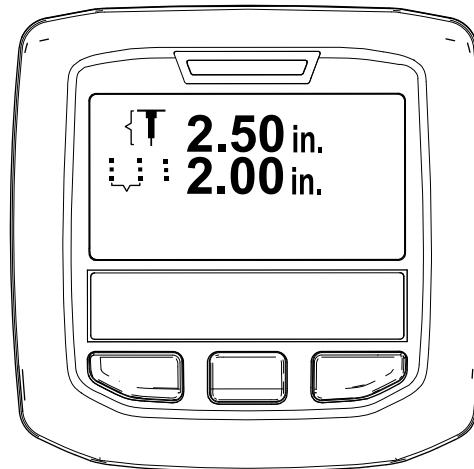

**Figura 87**
3. Pulse el lado derecho del interruptor de transporte/aireación hasta la posición de AIREACIÓN (Figura 87).
5. Agarre el manillar izquierdo o derecho y la barra de presencia del operador (Figura 87) y apriete la barra hacia el manillar.